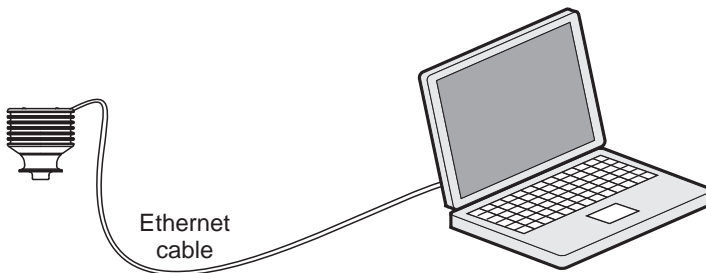

Figura 2.1 Configuración de red sencilla.
En su forma más simple, la red está formada por un refratómetro y una computadora. Esta configuración se muestra en la figura 2.1.
Todos los Sanitary OEM Refractometerse envían con la dirección IP predeterminada de fábrica 169.254.23.33. Esta dirección corresponde a las direcciones Zeroconf (según se define en la norma IETF RFC 3927), para que se pueda acceder a ella desde una computadora independiente (figura 2.1), normalmente sin tener que cambiar la configuración de red de la computadora. *Esta dirección permanecerá en el instrumento incluso después de definir una dirección IP diferente. El sensor responde en la dirección que sea llamada en primer lugar tras el arranque.*
- configure una red con un único Sanitary OEM Refractometer y una única computadora (figura 2.1)